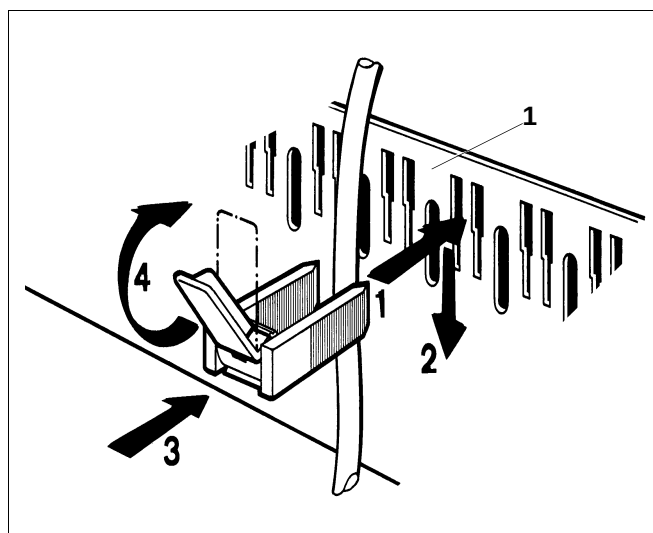

Fig. 21 Fixer le câble par un serre-câble
- Glisser les serre-câbles portant leur câble par le haut dans les fentes du cadre de fixation des colliers (fig. 21, **pos. 1**); la barre du levier doit indiquer le haut (fig. 21, **pas 1**).
- Pousser les serre-câbles vers le bas (fig. 21, **pas 2**)
- Exercer une contre-pression (fig. 21, **pas 3**).
- Renverser le levier vers le haut (fig. 21, **pas 4**).